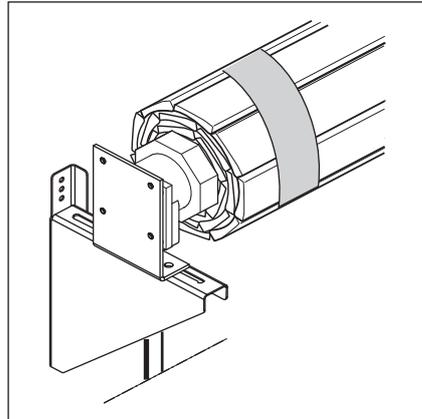

Abb. 6-24: Torbehang mit Welle montiert und gegen Abwickeln gesichert
1. Torbehang mit Welle nach entsprechender Anleitung montieren (siehe Abb. 6-24).